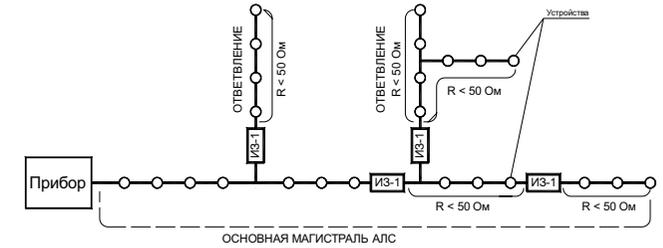

Рисунок 2
- разрывать радиальную АЛС (рисунок 2) в месте установки изольатора, ближайшего к точке КЗ. Это локализует участок после изольатора и оставляет работоспособным участок АЛС между прибором и сработавшим изольатором шлейфа;
- радиальной АЛС (рисунок 2);